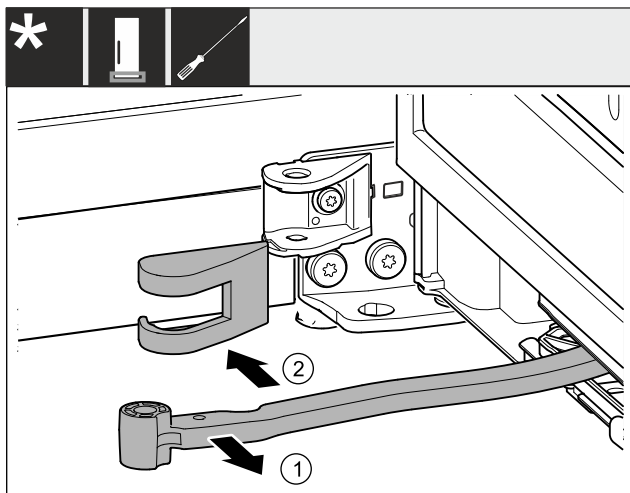

Fig. 6
- ▶ Rotiți articulația în direcția ușii. Fig. 6 (1)
- ▶ Îndepărtați apărătoarea suporturilor de lagăr. Fig. 6 (2)